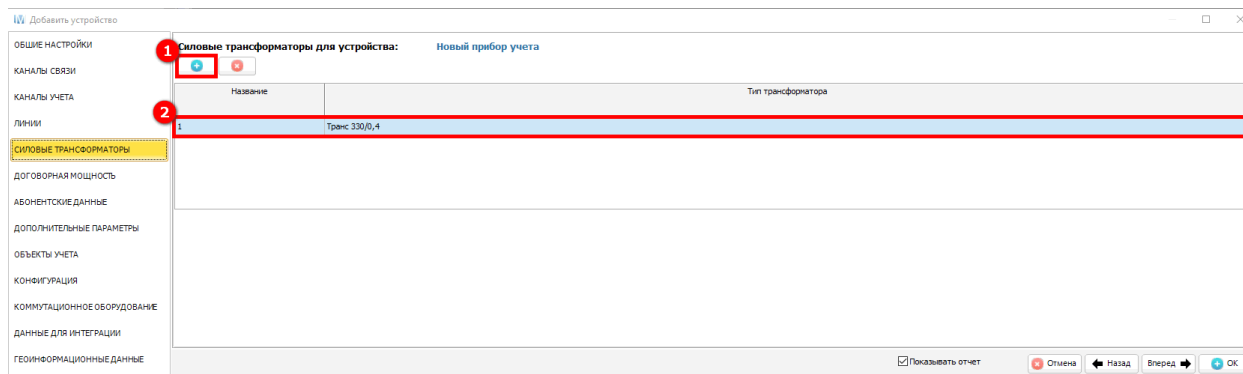

Рисунок 312 – Параметры устройства – Силовые трансформаторы – Указание силового трансформатора для устройства
Для указания силового трансформатора для устройства необходимо нажать на кнопку создания (1) (см. рисунок 312) и внести информацию о наименовании и типе силового трансформатора (2).